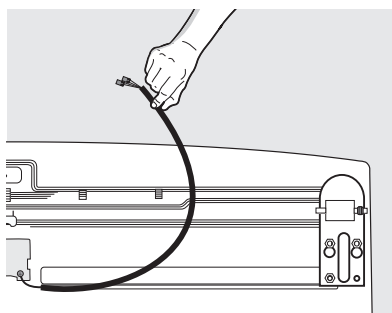

Figure 3
7. Faites glisser le câble gris et les connecteurs hors de la rainure de plastique qui se trouve en bas du côté droit (figure 3).